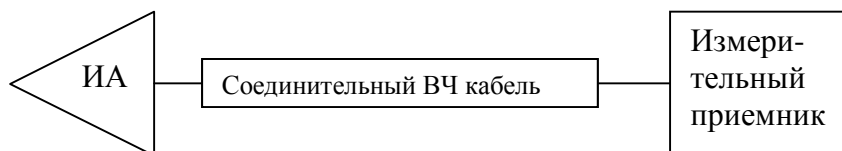

Рисунок 1- Схема соединения при использовании комплекта в ручном режиме
4.4.3 Полосы пропускания ΔF по уровню 3дБ :1 кГц; 1; 10 МГц с погрешностью не более $\pm 30\%$. Полосы пропускания ΔF по уровню 6 дБ: 200 Гц; 9; 120 кГц с характеристикой избирательности в соответствии с ГОСТ Р 51319 (рисунок 1, рисунок А.3 и рисунок А.4 соответственно).